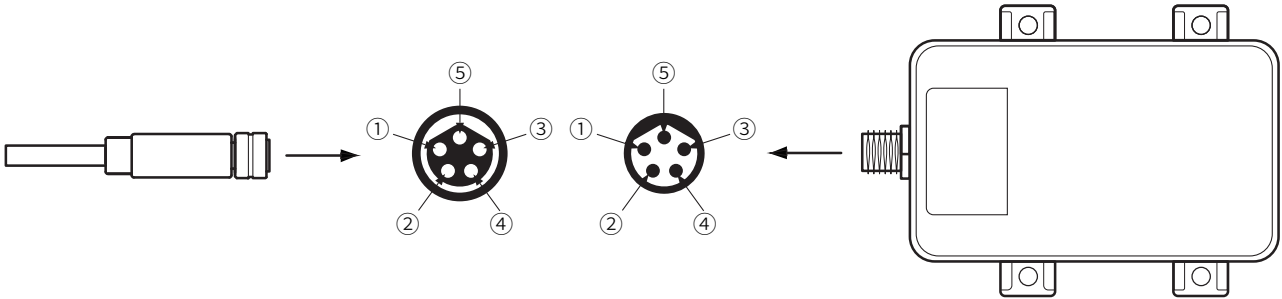

图 4. 航空线及产品接头示意图
按照图 4 所示，接口是 B 型，注意限位方向，线缆端口⑤对准产品接口端口⑤后，再插进扭紧。